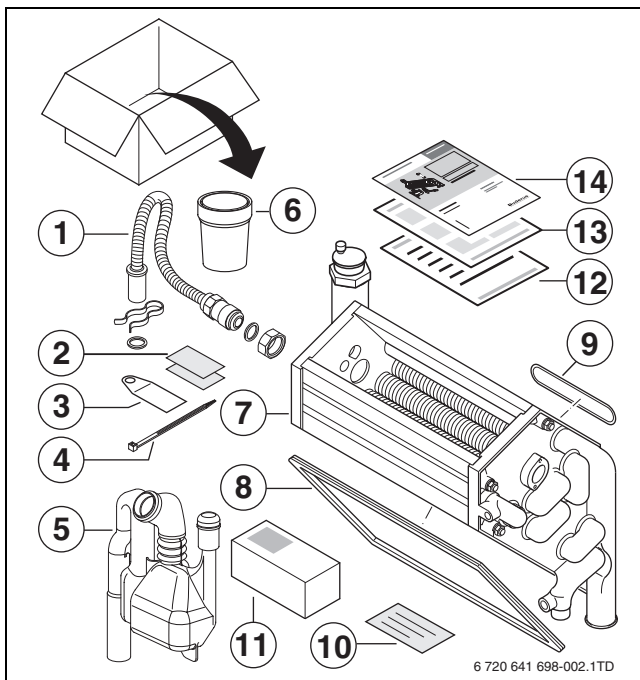
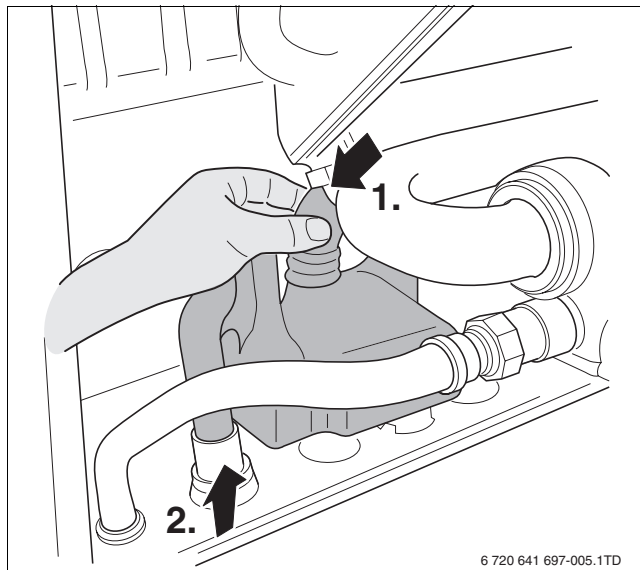

Fig. 1 Assemblage de rechange avec échangeur thermique
Fig. 6 Retirer le siphon
- ▶ Démontez le tuyau de raccordement du gaz conformément aux figures 6 à 11 de la notice de montage du tuyau de raccordement du gaz (→ fig. 1, [13]).
- ▶ Compléter l'étiquette de gaz (→ fig. 1, [2]).
- ▶ Apposer l'étiquette sur le porte-étiquette (→ fig. 1, [3]) et le fixer sur l'ancien tuyau de raccordement de gaz à l'aide du serre-câbles (→ fig. 1, [4]).
- ▶ Verser un peu d'eau de l'installation de chauffage dans le flacon fourni dans l'assemblage de recharge (→ fig. 1, [6]). Lors de cette opération, s'assurer qu'il n'y a plus d'air dans le flacon.
- ▶ Compléter l'étiquette (→ fig. 1, [2]) pour l'échantillon d'eau et la coller sur le flacon.